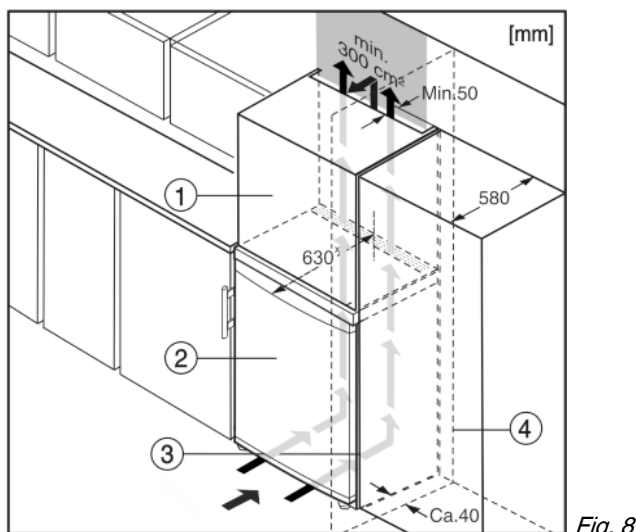

Fig. 8
L'appareil peut être réagencé avec des buffets de cuisine. Pour adapter l'appareil Fig. 8 (2) à la hauteur du coin cuisine, une rehausse Fig. 8 (1) peut être posée sur l'appareil.
Lors de la transformation avec des placards de cuisine (profondeur max. 580 mm), l'appareil peut être placé directement à côté du placard de cuisine Fig. 8 (3). L'appareil dépasse latéralement de 34 mm^x et de 50 mm^x au centre de l'appareil par rapport à la face avant du placard de cuisine.
Si l'appareil est installé avec les charnières à côté d'un mur Fig. 8 (4), la distance entre l'appareil et le mur doit être de 40 mm min. Ceci correspond à la saillie de la poignée lorsque la porte est ouverte.